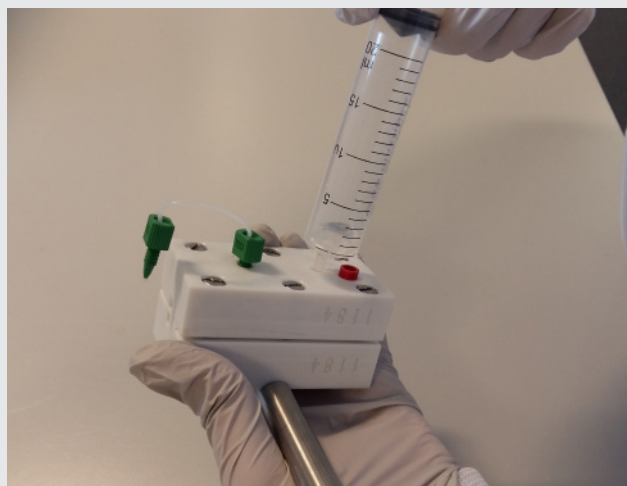

Fig. 8: Conservazione di KOBRA® CELL
- Per il lavaggio e la conservazione KOBRA® CELL deve essere spento e scollegato (Fig. 8).